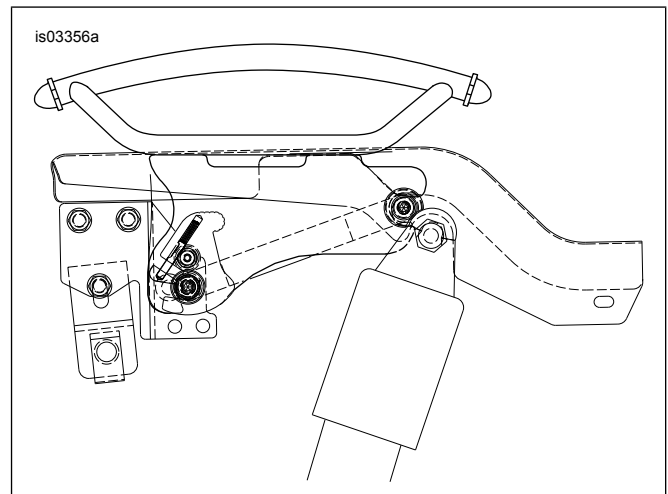
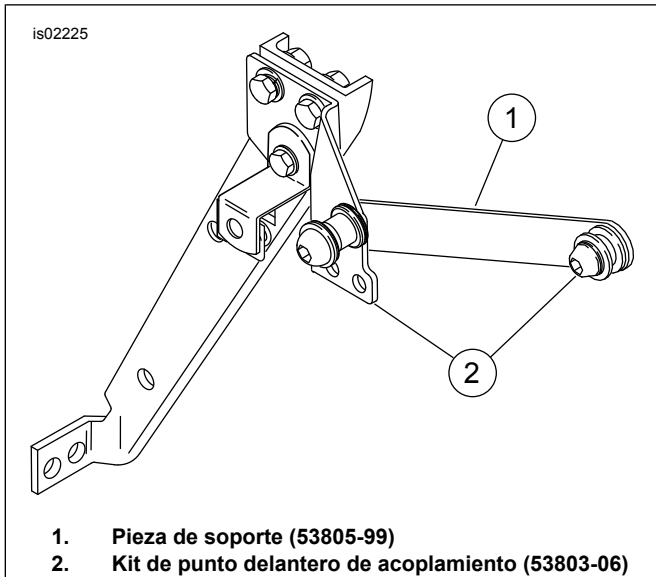

Figura 1. Rejilla individual H-D Detachables
Figura 2. Kit de punto delantero de acoplamiento y pieza de soporte
1. Vea la Figura 1 y la Figura 2. Coloque correctamente los puntos delanteros y traseros de acoplamiento. Instale la pieza de soporte (1) en cada lado como se muestra.